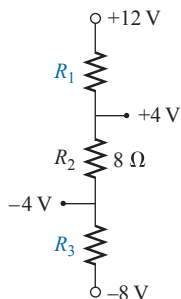

Figura 5.121 Problema 38.
- *38. Dadas as informações que aparecem na Figura 5.121, descubra o nível de resistência para R_1 e R_3 .